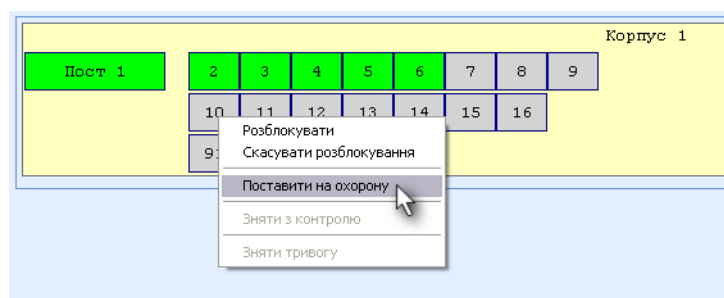

Рисунок 14: Постановка объекта на охрану
6.7.2. Постановка объекта на контроль осуществляется командой «Поставить на охрану» (рис. 14).